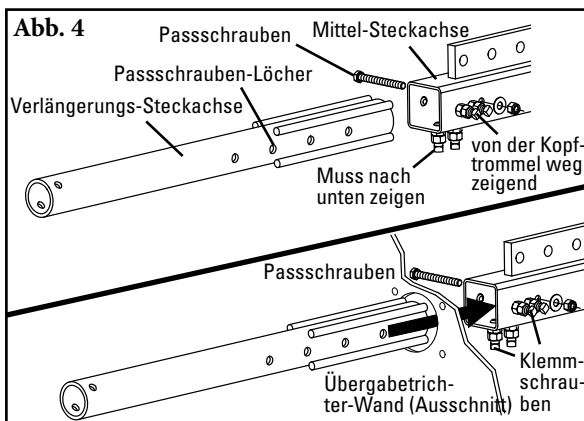

Abb. 4
- 4. Die Steckachsen-Verlängerungen an die Steckachse anbauen.** Die Steckachsen-Verlängerungen durch die Löcher im Übergabetrichter in die Mittel-Steckachse schieben und sicherstellen, dass die Klemmschraubenlöcher mit den Löchern in der Mittel-Steckachse ausgerichtet sind. Die Mittel-Steckachse mit der angeschweißten Mutter und den Klemmschrauben - an einer Seite nach unten zeigend und an der anderen Seite von der Kopf-trommel weg zeigend - ansetzen (Abb. 4). Die Klemmschrauben lose lassen.